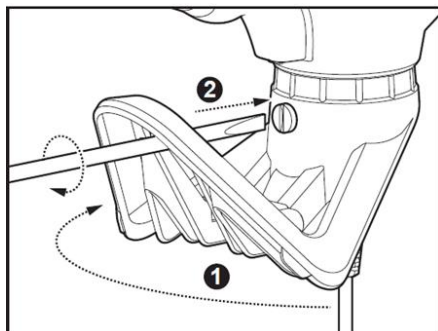

図4
2. プロブ台のネジをプロブユニットのコネクターに合わせてネジを慎重に締め付けてください。(図4)